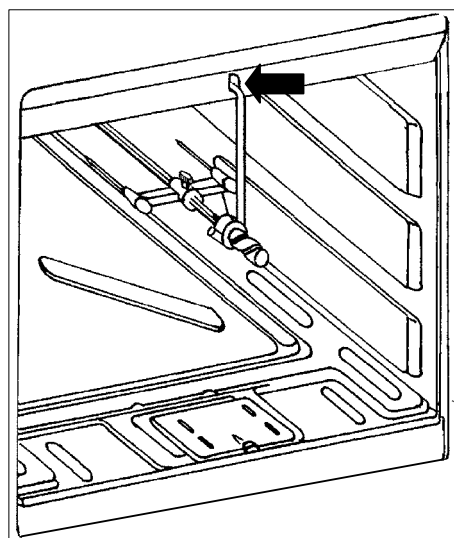

fig. 7
- Positionnez le support de broche dans l'orifice situé sur l'encadrement supérieur avant du four (fig. 7).